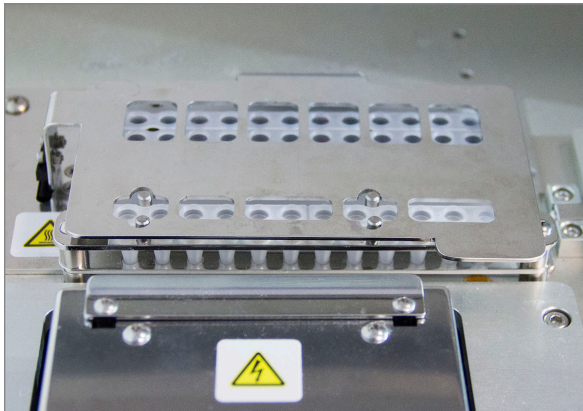

ABBILDUNG 5.23: Über den Röhren geschlossener Deckel
- a. Schließen Sie den Deckel, der sich über die Röhren klappt (**ABBILDUNG 5.23**).